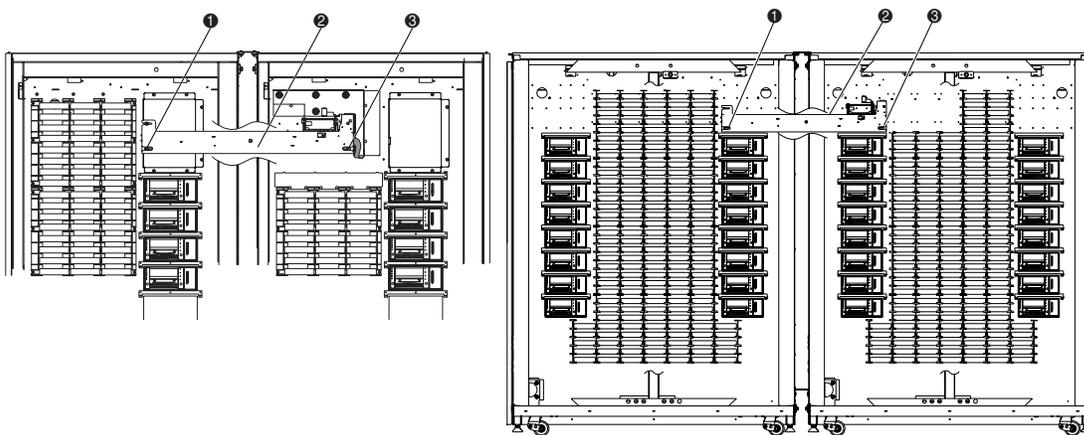

Abbildung 2-9. PTM-Installation
- ❶ PTM-Befestigungspunkte an der linken und rechten Library
- ❷ PTM-Kabelabdeckung
- ❸ Schrauben und Unterlegscheiben (4)
- ❹ Einsteckklammern (3)
- ❺ Abdeckung der Fachöffnungen und Einsteckklammern (6)
8. Halten Sie die rechte Seite des PTM nach oben, und schieben Sie den PTM durch die PTM-Aussparung der rechten Tape Library in die linke Tape Library (siehe Abbildung 2-9).
- ❶ Positionen der unteren PTM-Befestigungsfaschen
- ❷ PTM
- ❸ Untere Befestigungsfasche
10. Drehen Sie die beiden Schrauben (Teilenr. 0905057) mit Unterlegscheiben (Teilenr. 0685023) in die unteren Befestigungsfaschen des PTM ein, jeweils eine in jeder Tape Library (❶ Abbildung 2-9).